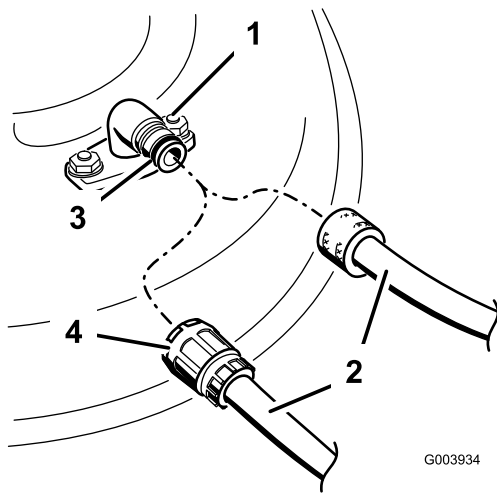

Bild 59
- Montieren Sie die Schlauchkupplung auf die Kupplung am Mähwerk-Spülanschluss und drehen Sie das Wasser mit starkem Druck auf (Bild 59).